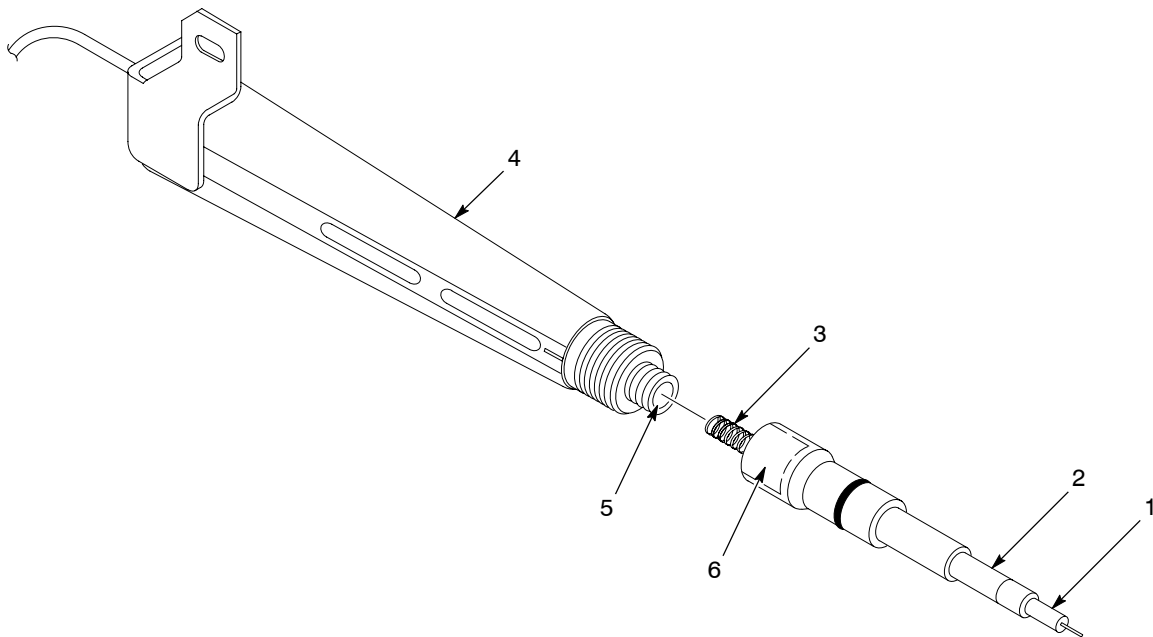

Fig.8 Remplacement de la pointe de contact et de la résistance
- Voir la figure 8. Dévisser la pointe de contact (1) endommagée de l'extrémité de la sonde résistive (2).
2. Voir la figure 8. Dévisser l'ancienne sonde résistive (2) du multiplicateur (4). Bien nettoyer le creux du multiplicateur (5).